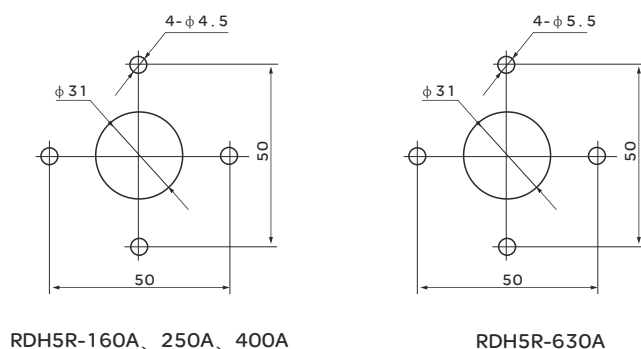

图5 面板开孔尺寸(柜外操作)
面板开孔尺寸（见图 5）
- 根据开关的外形与安装尺寸确定手柄的安装中心位置，并按面板开孔尺寸（见图5）在柜门面板上开孔，然后将手柄固定在柜门面板上。